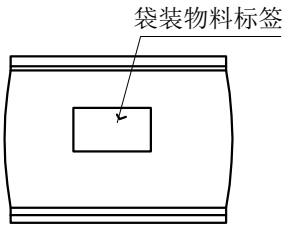

图2
- 1：如图2，袋装后贴上物料标签，每小袋装1000pcs。